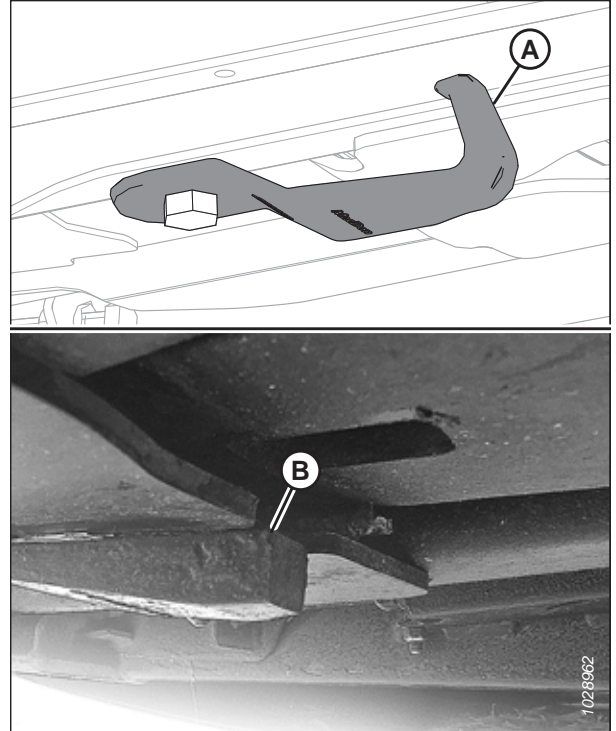

Abbildung 4.233: Sicherungshaken
Abbildung 4.233, Seite 425 zeigt einen unbeschädigten Sicherungshaken (A) und einen beschädigten Sicherungshaken (B). Ein gestreckter Sicherungshaken ist nicht abgebildet.